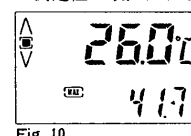

Fig. 10
- ① (MODE) キーを押してFig. 10の表示にしますと、今までの全測定値中の最大測定値 (MAX) が確認できます。(ただし、最大値をクリアした場合は、その後の測定値の中の最大値。)
- ② ▲または ▼キーを押すと最小測定値 (MIN) に切り換わります。
- ③ 現在記憶されている最大値 (または最小値) をクリアするには「MAX」(または「MIN」) 表示にしてから、(CLR), (ENT) の順にキーを押すと記憶値はクリアされ、その時点から新しく記憶し直します。
**注意** 電源 ON の状態でセンサーを取りはずした場合や、センサーが断線した場合には、バーンアウト表示 (「バーンアウト機能」の項参照) を最大値または最小値として記憶してしまいますので、上記③の手順に従って記憶値をクリアして下さい。